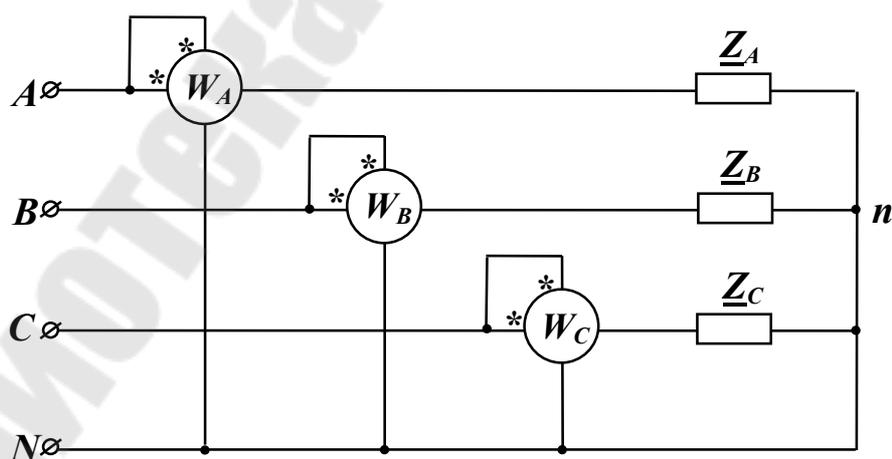

Рис. 8.1
В 4-проводных трехфазных цепях измеряется мощность каждой фазы (*метод трех ваттметров* (рис. 8.1)). Активная мощность нагрузки определяется арифметической суммой показаний ваттметров
1. Собрать цепь по схеме рис. 8.1, взяв Z_A , Z_B и Z_C по указанию преподавателя. Установить по указанию преподавателя значения E_ϕ фазных ЭДС источника трехфазного питания и занести исходные величины Z_A , Z_B , Z_C и E_ϕ в табл. 8.2. Измерить мощности P_A , P_B , P_C , определить мощность нагрузки по формуле (8.1) и занести полученное значение в табл. 8.3.